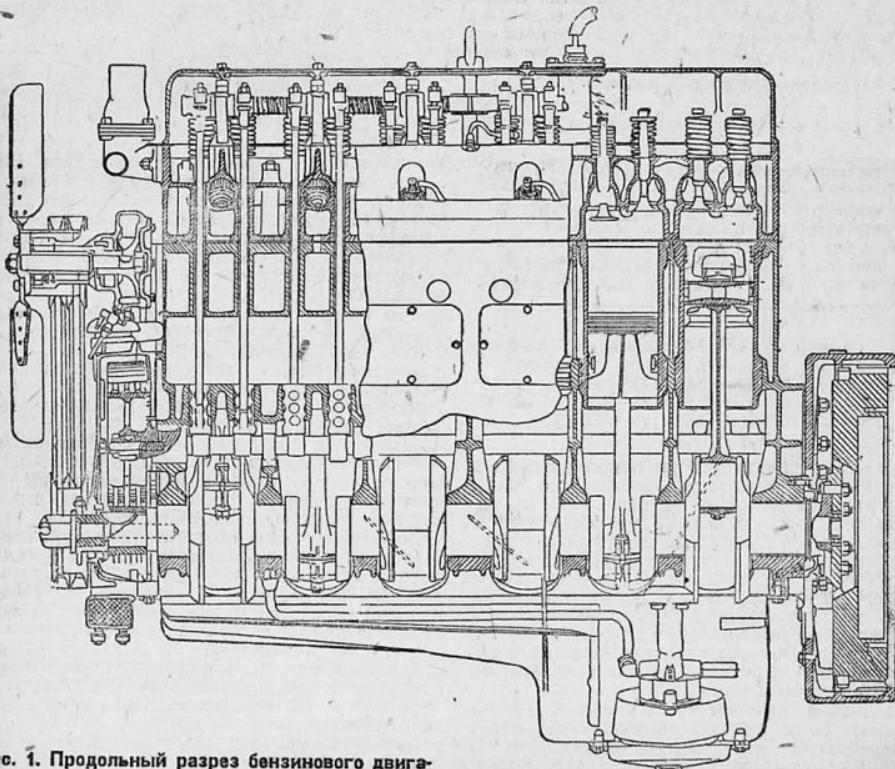
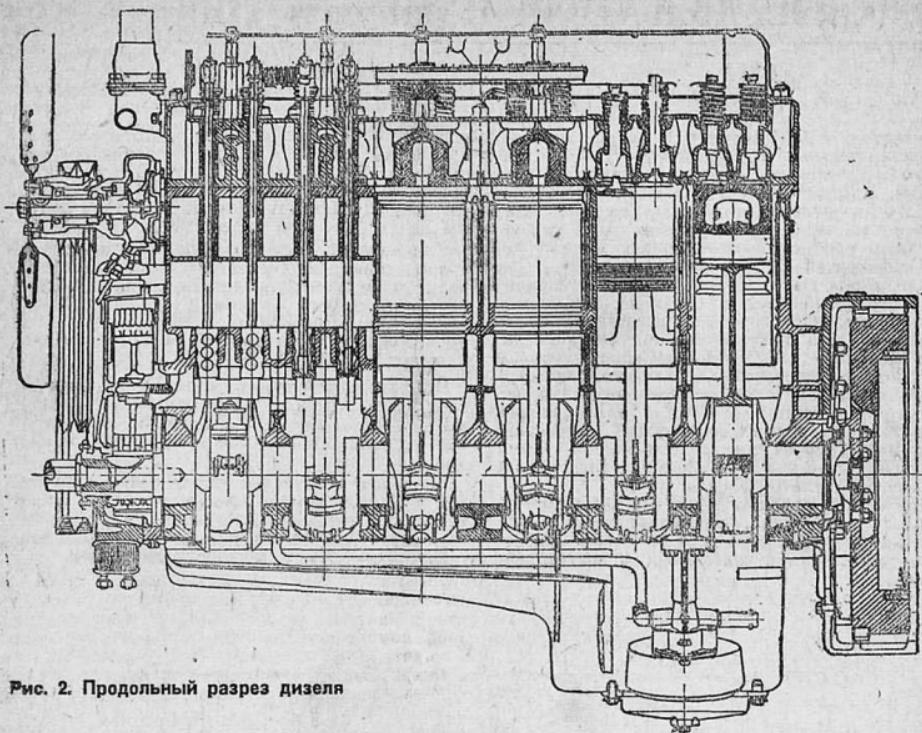

Рис. 1. Продольный разрез бензинового двигателя
Рис. 2. Продольный разрез дизеля
На рис. 1 изображен продольный разрез бензинового двигателя; на рис. 2 — разрез дизеля. Из сопоставления их видно, что эти двигатели отличаются друг от друга различными головками, поршнями, шатунами и бо-
На рис. 1 дана схема карбюратора ЗИС и, частично, подогревателя рабочей смеси, к которому привертывается карбюратор при установке его на двигатель.
Карбюратор (рис. 1) состоит из следующих частей: поплавковой камеры 1, поплавка 3, комплекта запорной иглы 4, фильтра 5, комплекта экономайзера 12, 19, 20, 21, диффузора 16, комплекта автоматической заслонки 7, 17, 18, корпуса смесительной камеры и патрубка 10, подводящего воздух в карбюратор, с воздушной заслонкой.
Автоматическая заслонка 7 связана с поршнем демпфера, находящимся в цилиндре и ввернутым в корпус смесительной камеры (рис. 1). В цилиндре, между его дном и поршнем демпфера, находится пружина, которая стремится закрыть автоматическую заслонку. Цилиндр снаружи имеет веззбу. Отвертывая или ввертывая его, можно регулировать упругость пружины и, тем самым, изменять начало открытия автоматической заслонки. Открытие происходит вследствие разности давлений на заслонку с одной и с другой стороны. С увеличением открытия дросселя карбюратора возрастает расход воздуха.
Рис. 1. Схема карбюратора легкового автомобиля ЗИС: 1—поплавковая камера; 3—поплавок; 4—запорная игла; 5—фильтр; 6—корпус смесительной камеры; 7—автоматическая заслонка; 8—подогреватель; 9—дроссельная заслонка;
2. Уровень топлива в поплавковой камере на $16 \pm 0,5$ мм ниже плоскости верхнего фланца камеры (рис. 1).